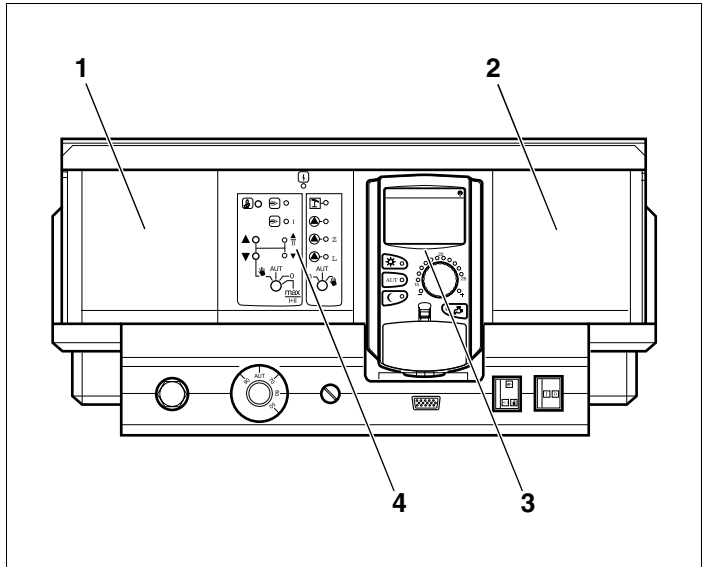

Fig. 12 Modulplassenes tilordning
Modulene kan i prinsippet monteres i en hvilken som helst posisjon. Unntatt fra denne regelen er modulene FM 445 og FM 446. Disse skal om mulig monteres på modulplass 2 (fig. 12, **pos. 2**) i kontrollpanelet.
Modulclass A (fig. 12, **pos. 4**) brukes alltid av sentralmodulen ZM 422 og modulclass B (fig. 12, **pos. 3**) alltid av controllermodulen CM 431 og betjeningsenheten MEC 2.